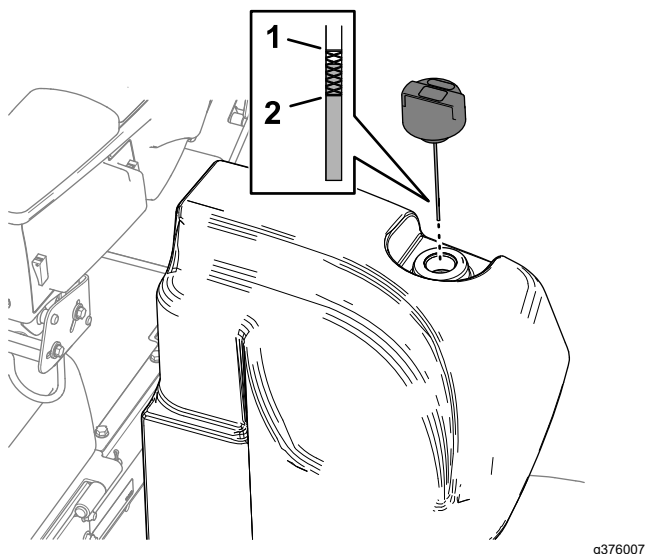

Figura 117
2. Limpie la zona alrededor del cuello de llenado y el tapón del depósito hidráulico (Figura 117).